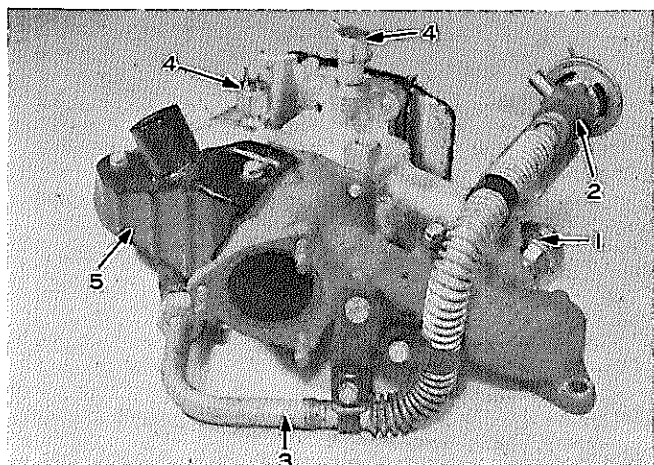

図4-8-7 マニホルド分解 (18R-U)
16R-Jは図4-8-7の④のガスフィルタのみを取りはずしてマニホルドを分解する。